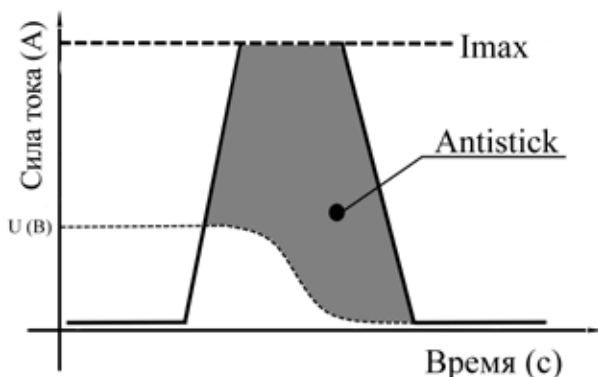

Рис. 7.4. Antistick.
**Antistick** - д н н я функция устр няет прилип ние электрод к изделию. Апп р т втом - тически сниж ет ток до миним льного, чтобы не допустить перегрев электрод (см. рисунок 7.4).